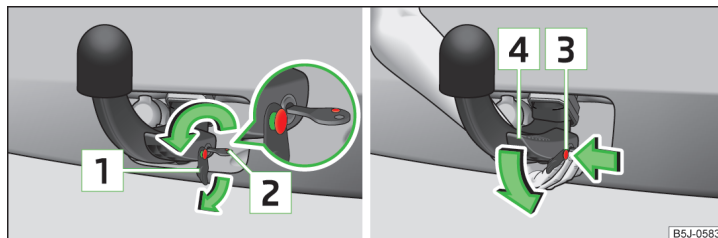

Fig. 122 Desbloquear la palanca de mando de la barra de cabeza esférica y soltarla
- Retire la tapa [1] » fig. 122 del cierre de la barra de cabeza esférica en el sentido de la flecha.